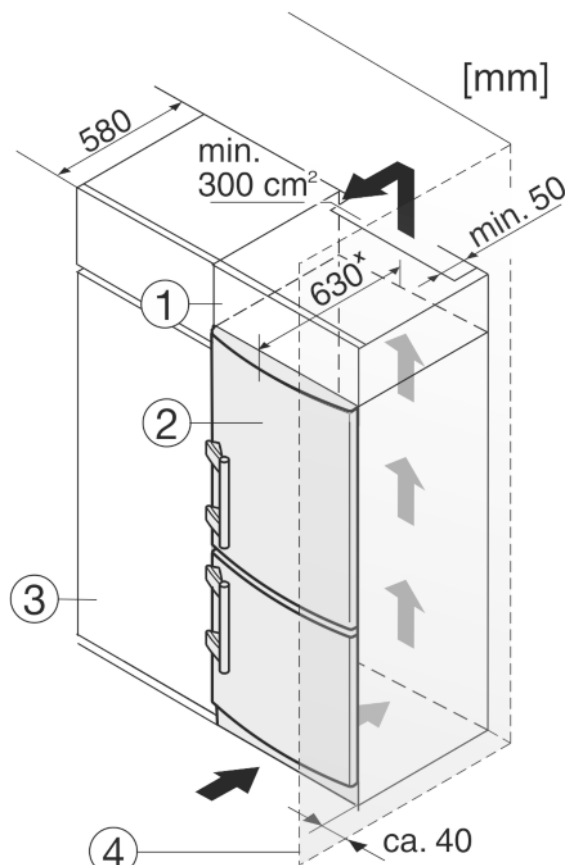

Fig. 9
(1) Дополнительный шкафчик
(2) Устройство
(3) Кухонный шкаф
(4) Стенка
Устройство может быть окружено предметами кухонной обстановки. Чтобы уравнять устройство Fig. 9 (2) по высоте с кухонной стенкой, можно установить над устройством соответствующий дополнительный шкафчик Fig. 9 (1).
При комбинировании с кухонными шкафами (глубина макс. 580 мм) устройство можно установить непосредственно рядом с кухонным шкафом Fig. 9 (3). Устройство выступает сбоку на 34 мм* и по центру на 50 мм* относительно передней стенки кухонного шкафа.
Если устройство установлено на шарнирах у стены Fig. 9 (4), то расстояние между устройством и стеной должно быть не менее 40 мм. Настолько выступает ручка при открытой дверце.